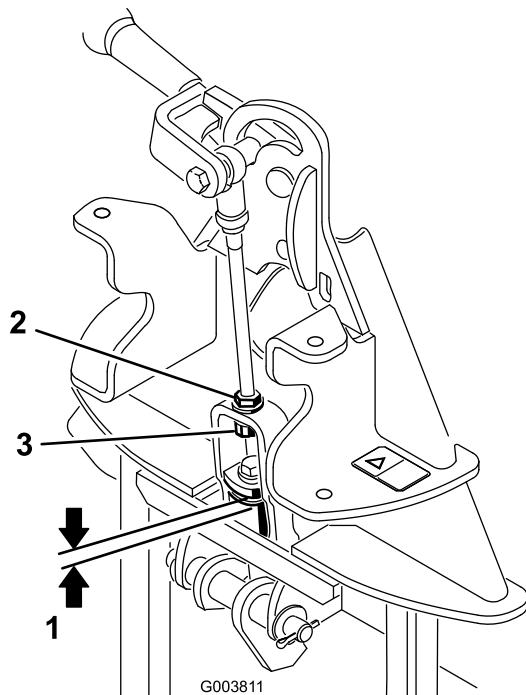

Bild 6
2. Messen Sie den Abstand zwischen der oberen Scheibe und dem Distanzstück im Verbindungsteil am Anbaugerätadapter, siehe **Bild 6**.